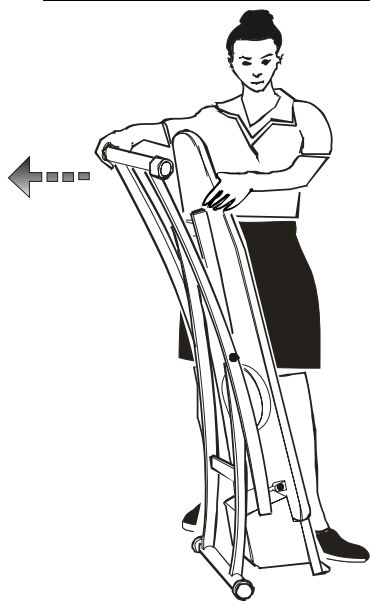

Рис. 2
2. Установите желаемую высоту доски (рис. 2).